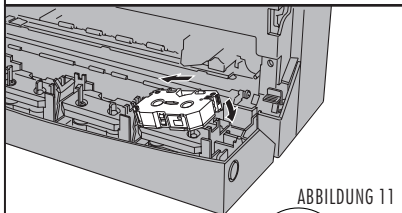

ABBILDUNG 11
3. Setzen Sie das linke Ende der Kassette zuerst ein und schieben damit die Verriegelung des Halters zur Seite (Abb. 11).